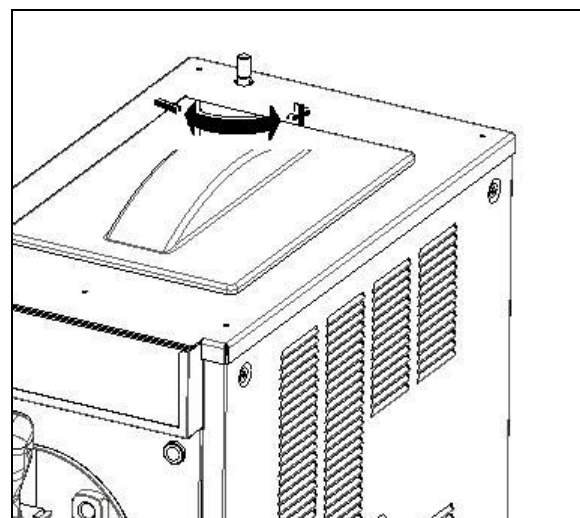

Fig. 9
- Réglage de la consistance: pour régler la consistance du produit, agir sur le pommeau de réglage situé à l'arrière de la partie supérieure de la machine (fig. 9); en le tournant dans le sens des aiguilles d'une montre, le produit deviendra moins dense, en le tournant dans le sens inverse des aiguilles d'une montre, le produit deviendra plus dense.